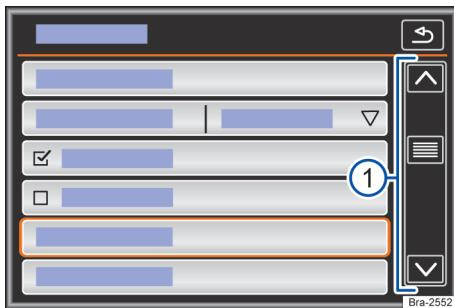

Fig. 112 Representação esquemática: entradas de lista, menu de configurações.
As entradas de lista podem ser acessadas pelo toque direto no display, ou por meio do botão de regulagem → Fig. 112 ①.
Se em uma exibição de lista houver mais registros selecionáveis do que podem ser visualizados, são mostradas superfícies de função para a rolagem ou uma barra de rolagem à direita na imagem → Fig. 112 ①.